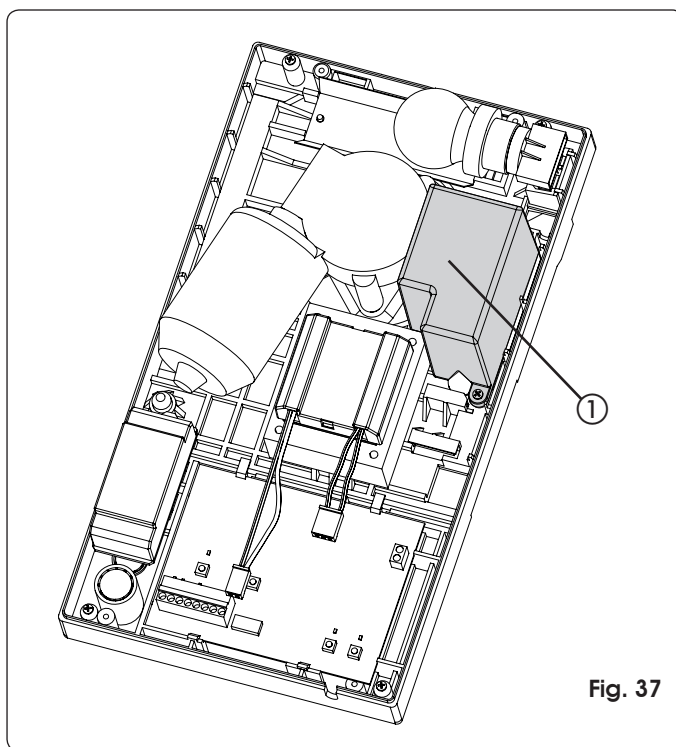

Fig. 37
El kit baterías también permite accionar la automatización cuando falta la alimentación de línea. El alojamiento de las baterías está previsto en el interior del operador (Fig. 37 ref. ①) por medio de un tornillo suministrado en dotación. Para la instalación consulte las correspondientes instrucciones.